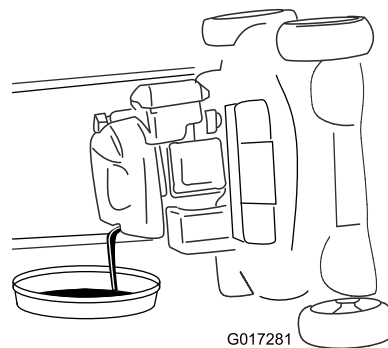

**Figura 30**
3. Girate il tappo in senso antiorario ed estraete l'asta di livello (Figura 30).
10. Controllate il livello dell'olio sull'asta (Figura 30).